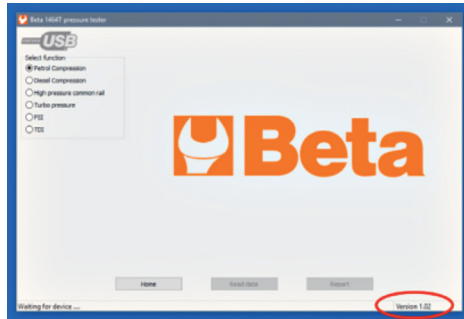

Fig. 1
- Compruebe que la versión del software del PC sea la versión 1.2 o superior. De ser la versión del software del PC una versión inferior, ejecute el software para que se actualice automáticamente; tras arrancar el software, espere aproximadamente un minuto para que baje el nuevo software del PC; al arranque sucesivo del software, la nueva versión resultará instalada. (La versión se puede ver en el ángulo de abajo a la derecha de la ventana. Vea fig. 1)